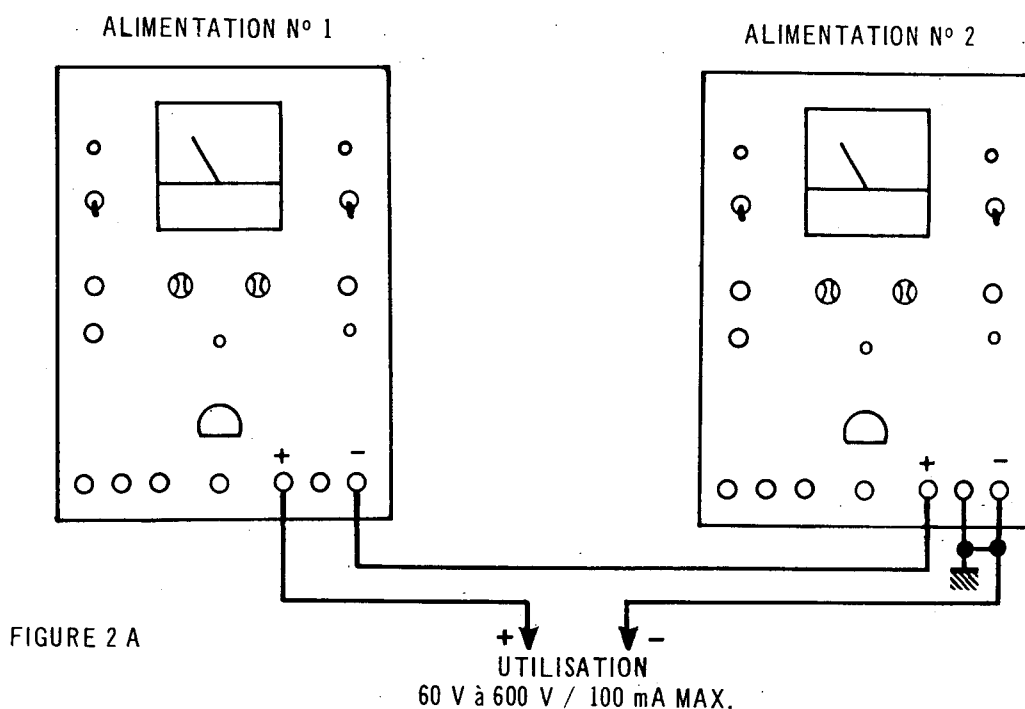

FIGURE 2 A
- e) - **POLARITE** - la borne "+" ou la borne "-" résultante peut être mise à la masse ; cette connexion sera faite sur l'alimentation d'origine. Par exemple, sur la figure 2 A, c'est la borne d'utilisation - qui est reliée à la masse, sur son alimentation d'origine (alimentation n° 2). Aucune des bornes de l'alimentation n° 1 n'est reliée à la masse de cette alimentation. (Si par exemple, l'alimentation n° 1 était reliée à la masse de cette alimentation, il existerait entre les coffrets des 2 appareils, une différence de potentiel, égale à la tension délivrée par l'alimentation n° 2).
On opérera comme suit : (figure 2 - A)